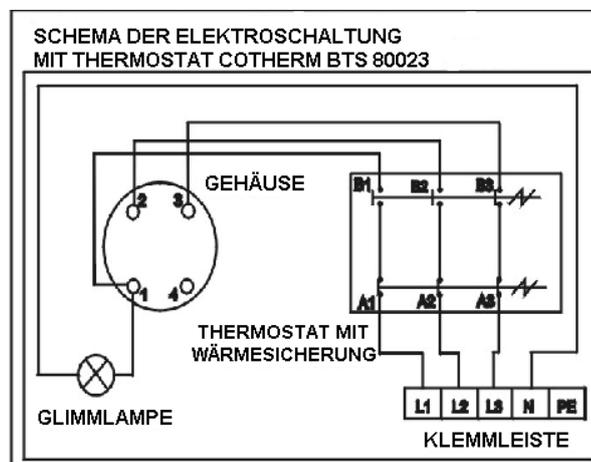

Abbildung 6
- Das Schaltungsschema ist dem Warmwasserspeicher auf dem Deckel der Elektroinstallation beigelegt (Abbildung 6)